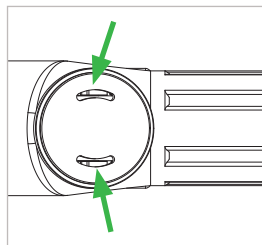

Figure 19
- ▶ Retirez le capuchon avec logo (pos. 2) manuellement et vaporisez un peu de lubrifiant avec le petit tube une ou deux fois à gauche et à droite dans les ouvertures (Figure 19). Ensuite remontez le capuchon avec logo (pos. 2). Il doit émettre un clic à l'enclenchement.